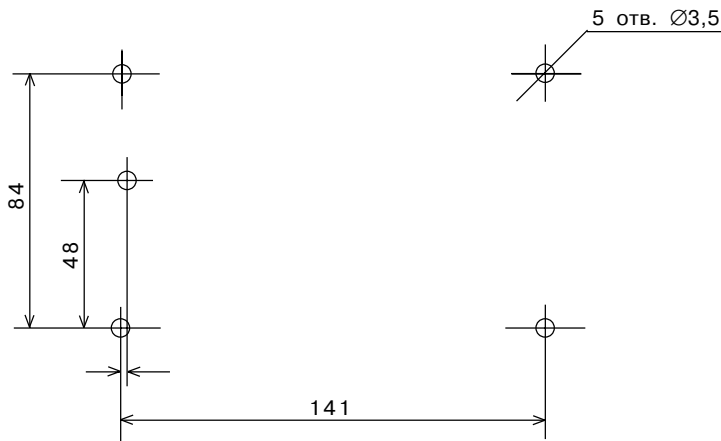

Рис. 10. Схема разметки для установки клавиатуры KB-M-A
- произведите разметку согласно чертежу, приведенному на рис. 10;